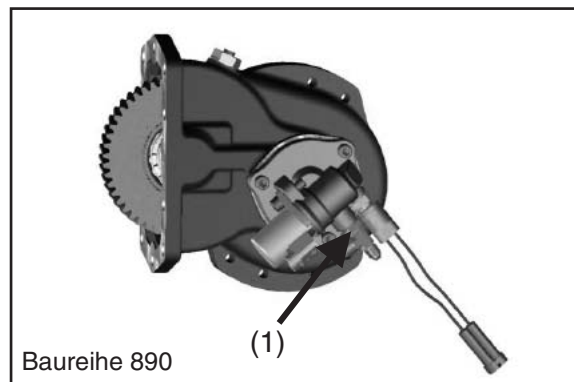
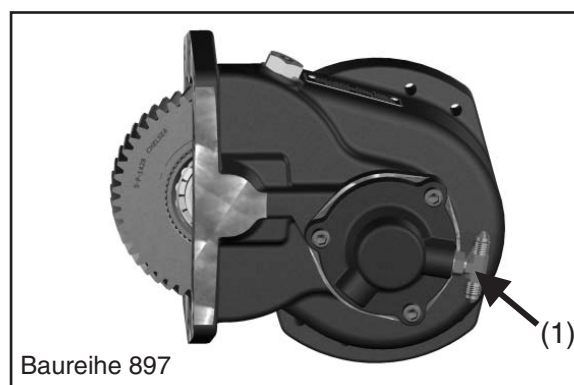

Abb. 11
Abb. 11a
11. Die Hochdruckleitung fest am T-Stück (1) des Nebenantriebs-Druckventils anschließen und mit einem Drehmoment von 15-16 Nm (11-12 lbs. ft.) anziehen (**Abb. 11**) (**Abb. 11a**).